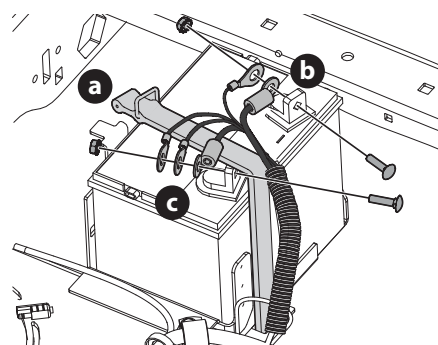

Fig. 33
2. Retirez le boulon et l'écrou qui fixent le groupe de câbles négatifs (b) à la borne négative de la batterie (marquée NEG (-)). Éloignez le câble de la borne négative de la batterie (Fig. 33).
3. Retirez le boulon et l'écrou qui fixent le groupe de câbles positifs (c) à la borne positive de la batterie (marquée POS (+)) (Fig. 33).
4. Détachez la sangle (a) qui maintient la batterie en place (Fig. 33).
**NOTE :** le faisceau de câbles doit être posé sur la sangle de maintien de la batterie, sous peine d'endommager le faisceau de câbles (Fig. 33).